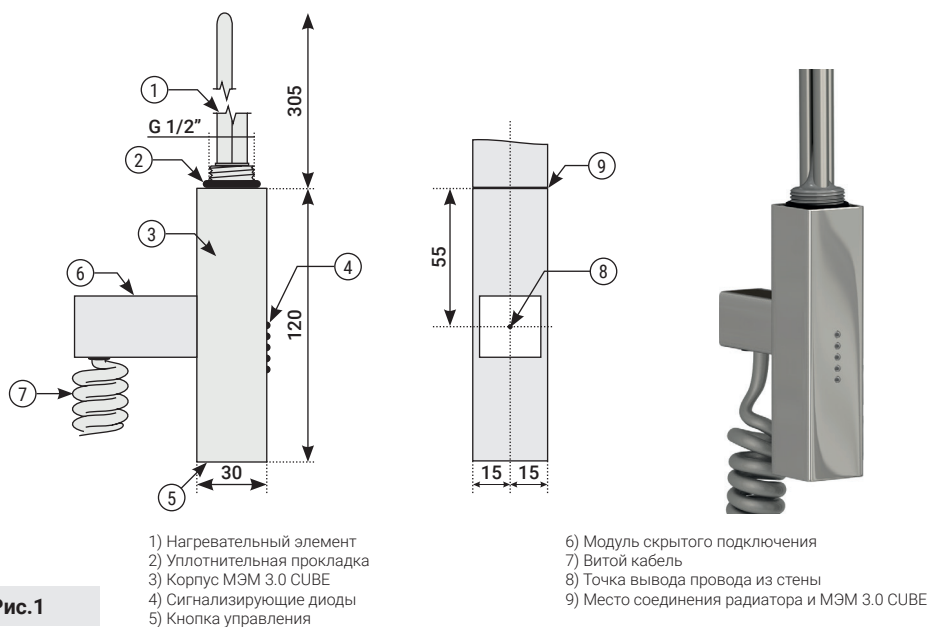

Рис.1
2.3. Составные элементы (рис. 1):
- 6.2. Выбор различных режимов работы устройства (включение) происходит при последовательном нажатии на кнопку управления (см. рис. 1), находящуюся на торце изделия: